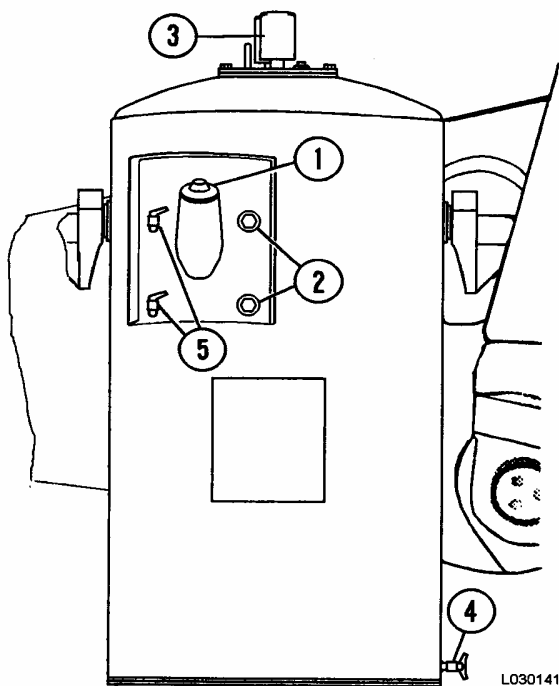

FIGURA 3-18. ESTANQUE HIDRAULICO
2. Saque la tapa de llenado (1, Figura 3-18) y agregue aceite hidráulico tipo C-4 limpio hasta que se pueda ver por el visor superior.
**NOTA:** Se pueden realizar ajustes menores al nivel de aceite utilizando las llaves de drenaje (5), al lado del cuello de llenado.